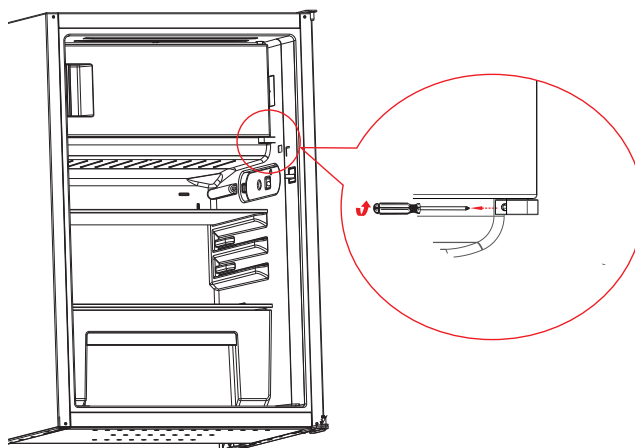

Fig. 4
- ▶ Dévissez la vis de la charnière du compartiment de congélation à l'aide d'un tournevis cruciforme (fig. 4).